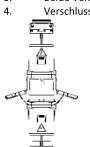

Abb. 9: Verschlusshebel einhaken
- Verschlusshebel der Steckdose an der Rille der Steckers einhaken (Abb. 9/1)